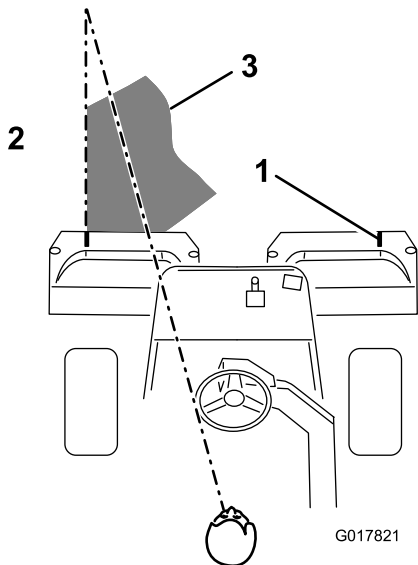

图 39
3. 掉头回来的下一道，请与前一道保持最小的交叠量。为了保持以直线方式穿过果岭，并使得机器与此前剪草的边缘保持等距，请在机器前到果岭未剪部分的边缘虚构一条长约 1829~3048mm 的视线（图 39）。有人发现，将方向盘的外缘看作视线的一部分非常有用；即让方向盘边缘对准与机器前面始终保持等距的某个点（图 39）。